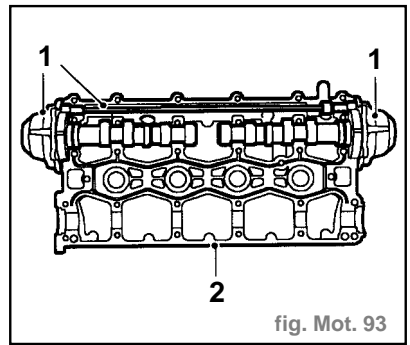

fig. Mot. 93
- En s'assurant que les arbres à cames d'admission avant et arrière restent maintenus dans le support d'arbre à cames et les mécanismes de calage variable, dégager prudemment le support d'arbre à cames de la culasse (1) (fig. Mot. 93).